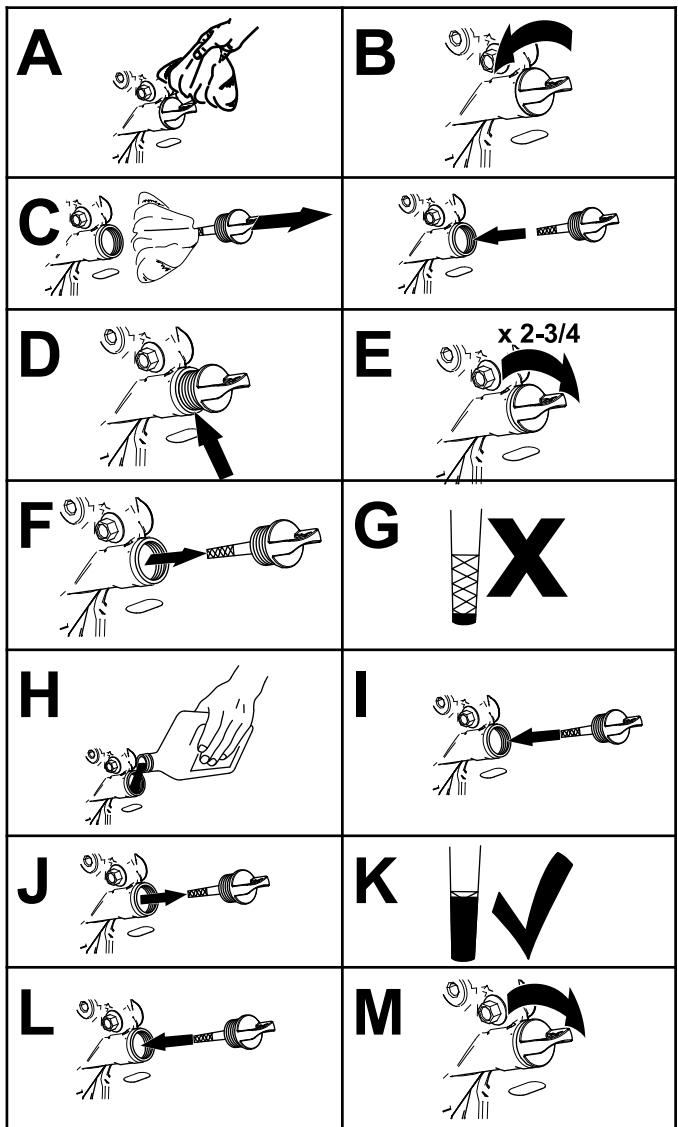

Figure 34
- Contrôlez le niveau d'huile moteur, comme montré à la Figure 34.